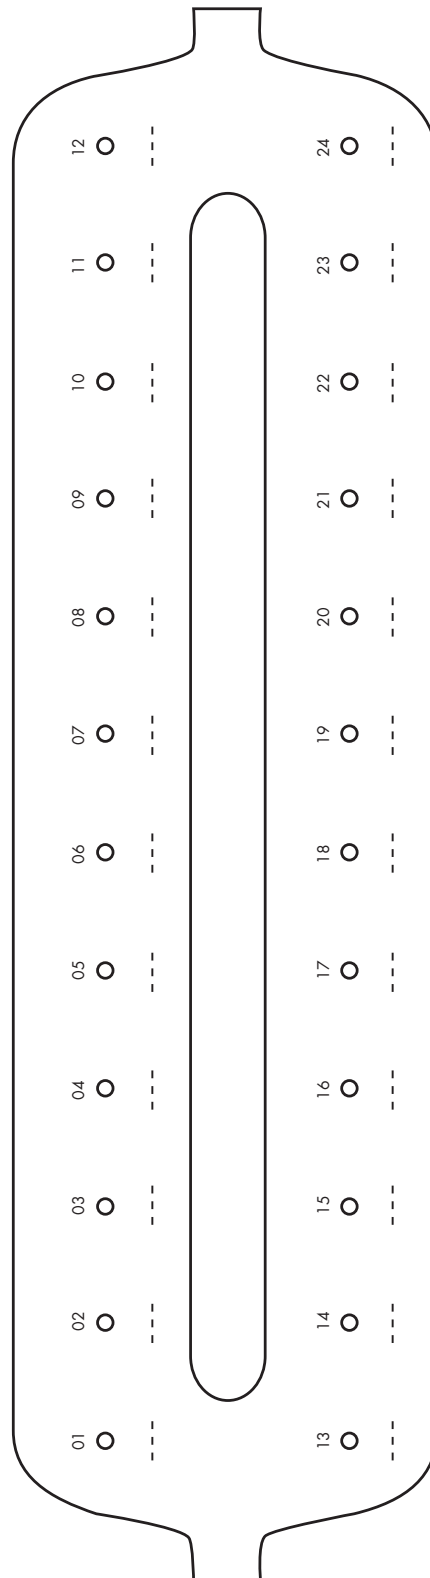

Abbildung 4. Beschriftungsschema für Lyserörchen (LT), Elutionsröhrchen (ET) und QIAamp Mini-Spinsäulen bei Verwendung auf dem QIAvac 24 Plus Vakuumsystem.
2. VacConnector Luerverbinder (VC)
Um eine Verwechslung der Proben zu vermeiden, empfehlen wir bei Anwendung des Vakuum-Protokolls mit dem QIAvac 24 Plus Vakuumsystem, die Lyseröhrchen (LT), Elutionsröhrchen (ET) und QIAamp Mini-Spinsäulen gemäß dem Schema in Abbildung 4 zu beschriften. Diese Abbildung können Sie fotokopieren und mit den Bezeichnungen der Proben beschriften. Wir empfehlen, ein ähnliches Schema zu verwenden, wenn Sie ein anderes Vakuumsystem benutzen oder das Spin-Protokoll durchführen.